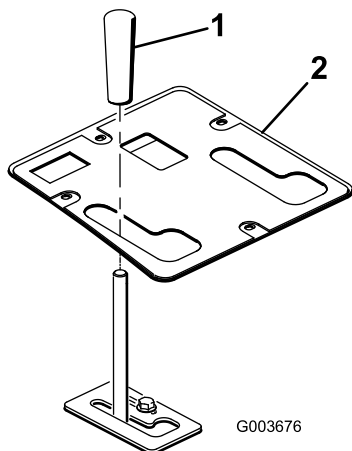

Bild 18
10. Befestigen Sie das Bedienfeld mit den vorher entfernten Befestigungen (Bild 18).
11. Setzen Sie das Handrad auf den Hubhebel (Bild 18).